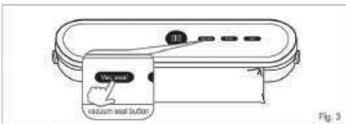

Fig. 3
5. em seguida, prima o botão de selagem a vácuo, a máquina aspirará primeiro e, em seguida, selará automaticamente. [Fig. 3].
5. Then press the vacuum seal button, the machine will vacuumize first, and then automatically seal. [Fig. 3]